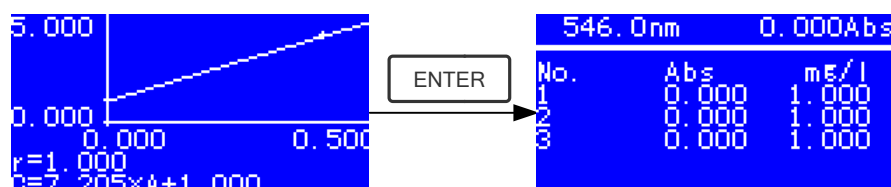

Fig. 4-12
- ★ Posicione a solução de Referência na trajetória da luz e pressione para entrar na interface de medição contínua. (Fig. 4-12)
- ★ Pressione  para entrar na interface de medição contínua de amostras e meça as amostras. (Fig. 4-12)